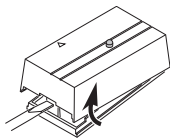
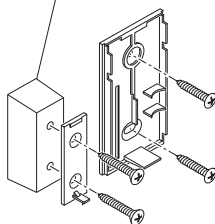

Figura 2
Figura 5
- **Montaje con tornillos:** Extraer la parte posterior de la caja presionando la aleta en el botón con un destornillador pequeño (vea la Figura 2). *Nota:* Quite la suciedad de los orificios para tornillos (si es necesario) antes de poner los tornillos. Fije la tapa posterior del detector a la pared con los dos tornillos pequeños (vea la Figura 5). Presione el detector sobre la tapa posterior.